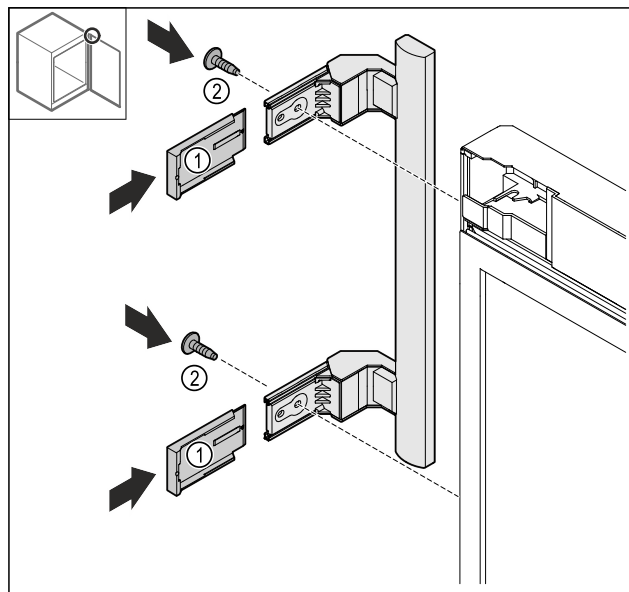

Fig. 27
- Uzbīdīdiet pārsegu Fig. 27 (1).